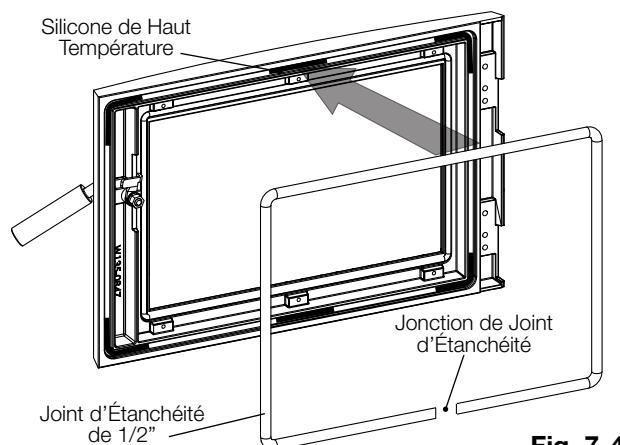

Fig. 7-4
2. Appliquez le **silicone de haut température** (non fourni) dans la rainure de joint d'étanchéité comme illustré (**Fig. 7-4**).
3. Coupez le joint d'étanchéité de 1/2" (fourni) à taille et le-placez au dessus du silicone. Appuyez le joint d'étanchéité fermement pour assurer qu'il reste en place. Assurez-vous que la jonction du joint d'étanchéité face vers le bas comme illustré (**Fig. 7-4**).